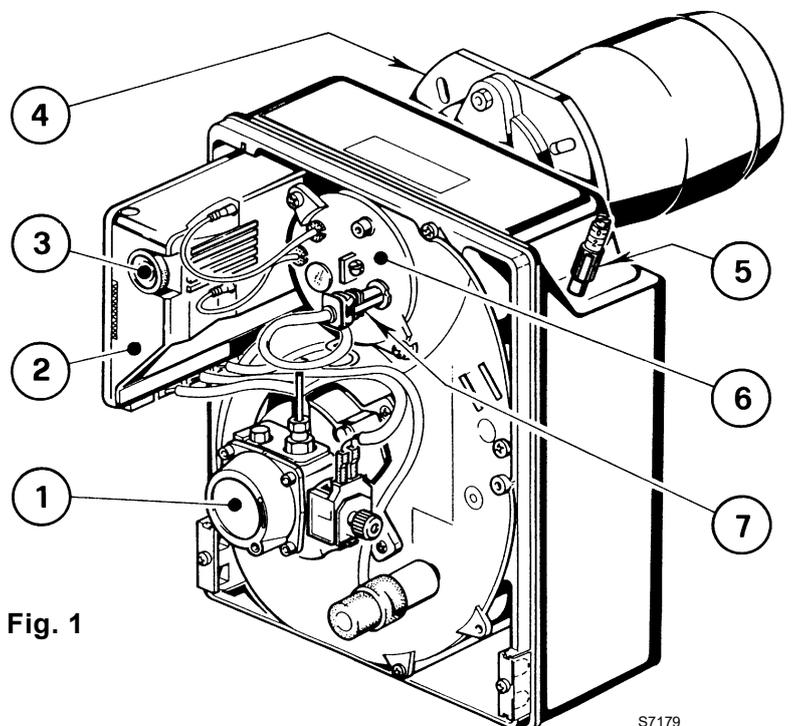

Fig. 1
- Die Reinigung des Flammenfühlers ausführen, (7, Abb. 1, Seite 1).
Nachfolgend finden Sie einige denkbare Ursachen und Abhilfemöglichkeiten für Störungen, die den Betrieb des Brenners beeinflussen oder einen nicht ordnungsgemäßen Betrieb des Brenners verursachen könnten. In den meisten Fällen führt eine Störung zum Aufleuchten der Kontrolleuchte in der Entstörtaste des Steuergeräts (3, Abb. 1, Seite 1).